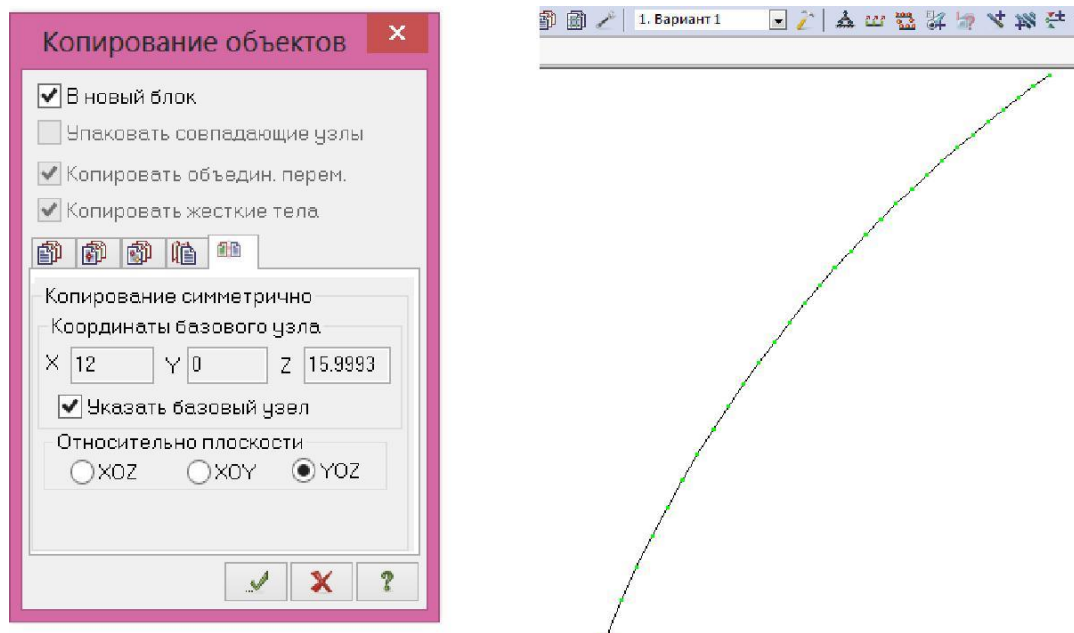

Рис. 3.7. Диалоговое окно Копирование выбранных объектов
Копирование симметрично и выполните копирование относительно плоскости YOZ и базового узла в вершине полуарки (рис. 3.7).
- С помощью пункта меню Схема Связи (кнопка  на панели инструментов) вызовите диалоговое окно Связи в узлах (рис. 3.7). В этом окне с помощью установки флажков отметьте направления, по которым запрещены перемещения узлов (X, Z).